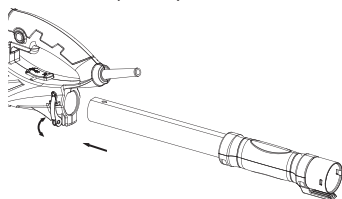

Рис. 4
2. Ослабьте стопорный ключ, возьмите сегмент штанги для подключения к машине (Рис. 4).